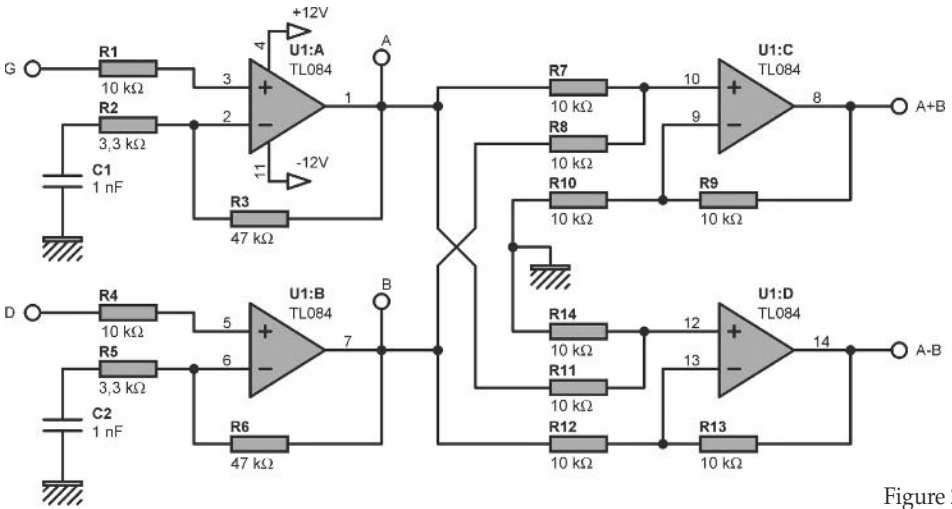

Figure 2.17
**Tentatoo** – Non, bien sûr ! Je préfère mille fois que vous me demandiez ce genre de chose, plutôt que de vous voir tourner autour d'idées peu précises. Voyez donc le schéma donné à la **figure 2.17** : il vous montre à la fois le principe de l'addition et de la soustraction (moitié droite du schéma). Et tant qu'à faire, la fonction de préaccentuation dont nous avons parlé auparavant a été intégrée (moitié gauche du schéma). Comme vous pouvez le constater, il n'y a rien de très complexe dans ce schéma, compte tenu de toutes les opérations effectuées.
**Tentatoo** – Si vous abordez tous les montages électroniques en pensant de cette façon, cela risque effectivement de vous demander un certain temps. Faites-moi confiance, et recherchez plutôt comment aborder un schéma petit bout par petit bout. Dans le montage donné à la **figure 2.17**, essayez d’abord d’isoler chaque AOP et de comprendre à quoi il sert. Allez-y, expliquez-moi.